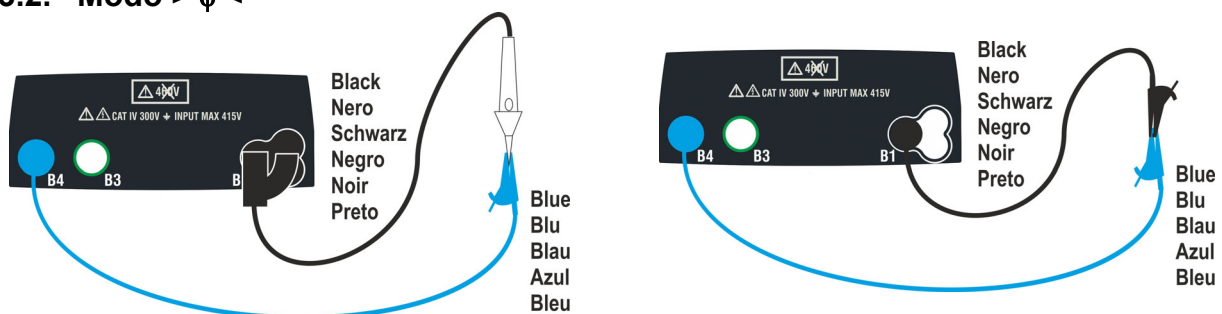

Fig. 10: Compensazione della resistenza dei cavi singoli e del puntale remoto
2. Connettere i coccodrilli e/o i puntali e/o il puntale remoto al conduttore in esame in accordo alla Fig. 10.